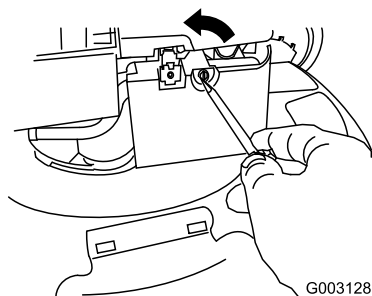

Figura 34
2. Aprite il coperchio del filtro dell'aria con un cacciavite (Figura 34).